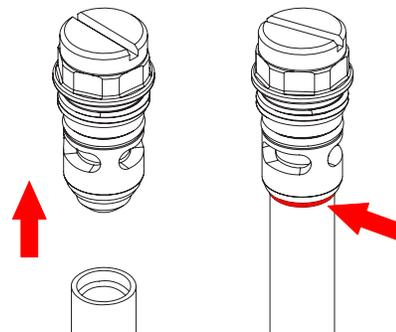

Figura 16 Extraer el tubo de los conectores de acceso
3. Ver la figura 16. Extraer el tubo de fluidificación del conector de acceso, asentar el tubo de fluidificación nuevo contra la junta tórica roja.